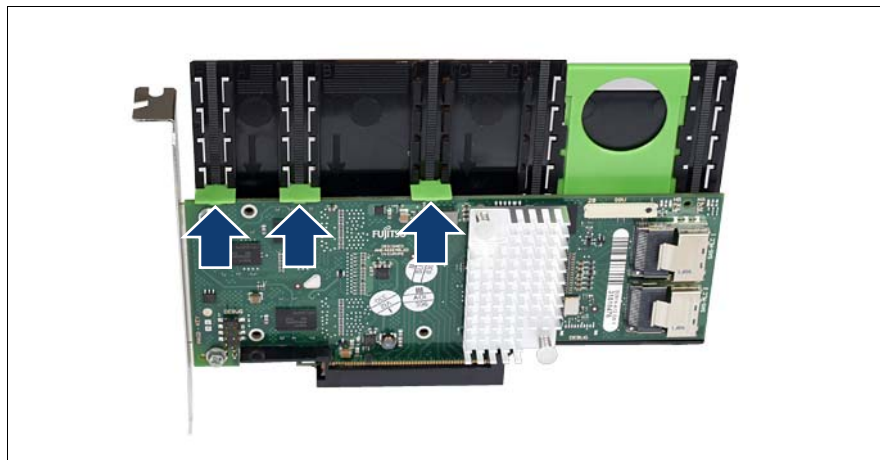

図 24: 拡張カードの取り外しツールからの取り外し
拡張カードを取り外しツールから取り外すときには、ボードを取り外しツールに固定している固定フックに注意してください (100 ページの図 24 の矢印を参照)。持ち上げるときは、約 1 mm まで、拡張カードが外れる範囲までにしてください。それ以上持ち上げると、固定フックが破損します。
- ▶ ダミーモジュールを、PCI ボードと同様の方法で取り外します（100 ページの図 24 を参照）。